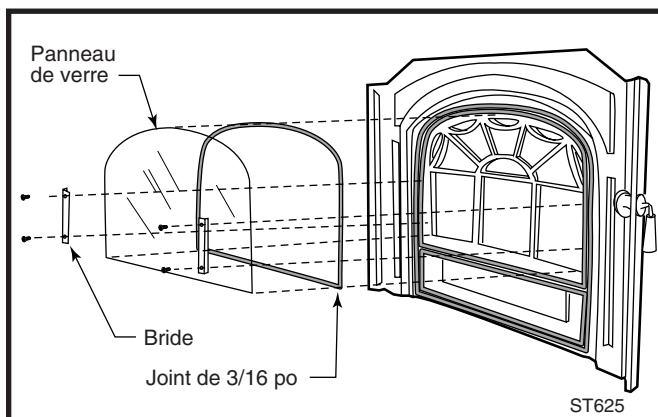

Fig. 36 Remplacement de vitre.
- Ouvrez la porte et enlevez soigneusement la vitre en retirant les deux (2) attaches (une de chaque côté) qui retiennent le panneau de verre contre le joint dans la voûte de l'ouverture de la porte. Chaque attache est maintenue en place par deux (2) vis à métaux à tête bombée cruciformes. (Fig. 36)